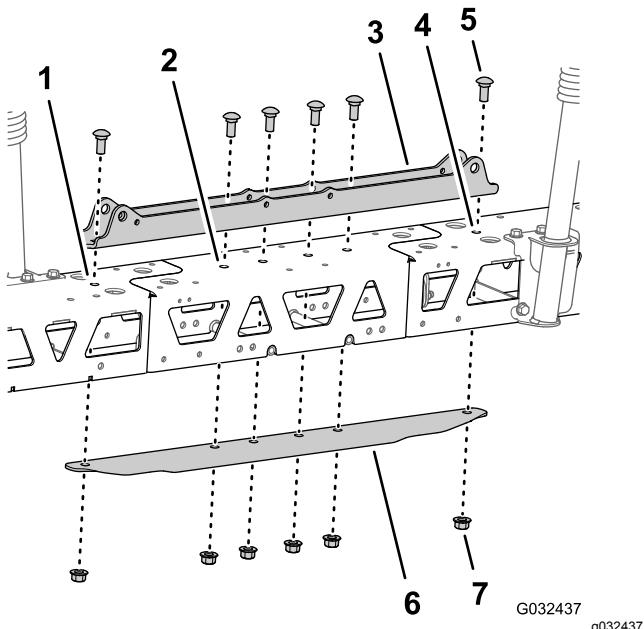

Figura 53
5. Alinhe os orifícios da montagem do cilindro com os orifícios na linha central da estrutura da armação e da extensão da rampa central (**Figura 53**).
6. Insira a placa de ancoragem na estrutura da armação e na extensão da rampa central e alinhe o orifício da placa com os orifícios na linha central das armações e da extensão da rampa (Figura 53).
7. Monte a montagem do cilindro, as armações, a extensão da rampa central e a placa de ancoragem com os 2 parafusos de carroçaria (1/2 x 1-1/4 pol.) e as 2 porcas de bloqueio flangeadas (1/2 pol.) que retirou no passo 2 de Separar as armações da secção de pulverização central \(página 25\) e com os 4 parafusos de carroçaria (1/2 x 1-1/4 pol.) e as 4 porcas de bloqueio flangeadas (1/2 pol.) do kit de acabamento de sistema de pulverização GeoLink (Figura 53).